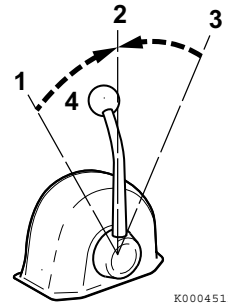

Figure 2
Utilisez la manette d'accélération (**Figure 2, (4)**) pour commander l'accélération et la décélération. Déplacez lentement la manette.
2. Lors du déplacement de la manette entre **VERS L'AVANT (Figure 2, (1 ou 3))** et **VERS L'ARRIÈRE (Figure 2, (3 ou 1))**, mettez embrayage sur **NEUTRE (Figure 2, (2))** et marquez un temps d'arrêt avant de passer doucement à la position désirée. Ne passez **JAMAIS** brusquement de **VERS L'AVANT** à **VERS L'ARRIÈRE** ou vice versa.